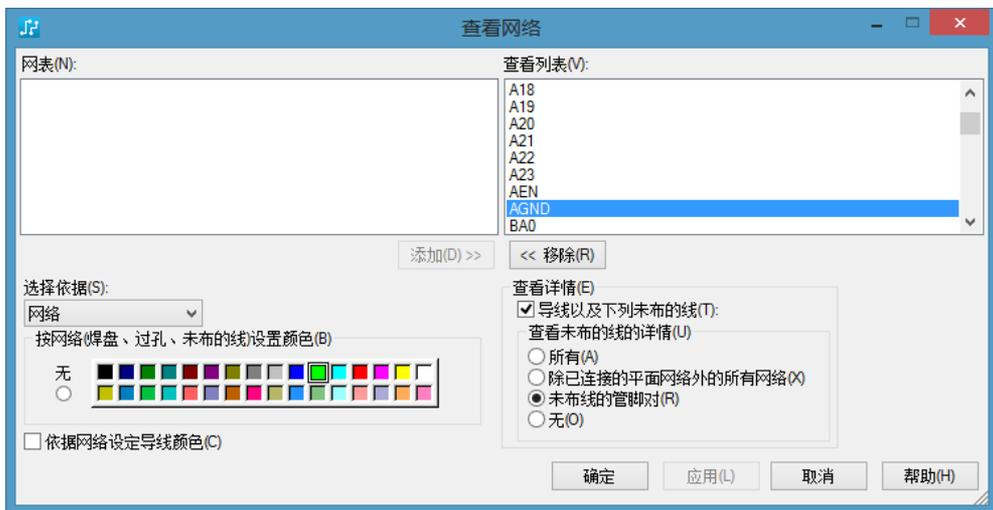

图 6-29 设置网络颜色
(1) 簇 查看当前设计中的簇。此命令很少使用。
(2) 网络 查看当前设计中的网络。选择该命令后会弹出“查看网络”窗口，从中可以选择需要查看的网络，并且可以设置选中网络的颜色。例如，设置 AGND 网络颜色，如图 6-29 所示，首先在“网表”栏中选择 AGND 网络，单击“添加”按钮，则 AGND 出现在“查看列表”列表框中，在“查看列表”列表框中选中“AGND”，然后在颜色栏中选择想要设置的颜色。也可以通过快捷键<Ctrl+Alt+N>来打开“查看网络”窗口。